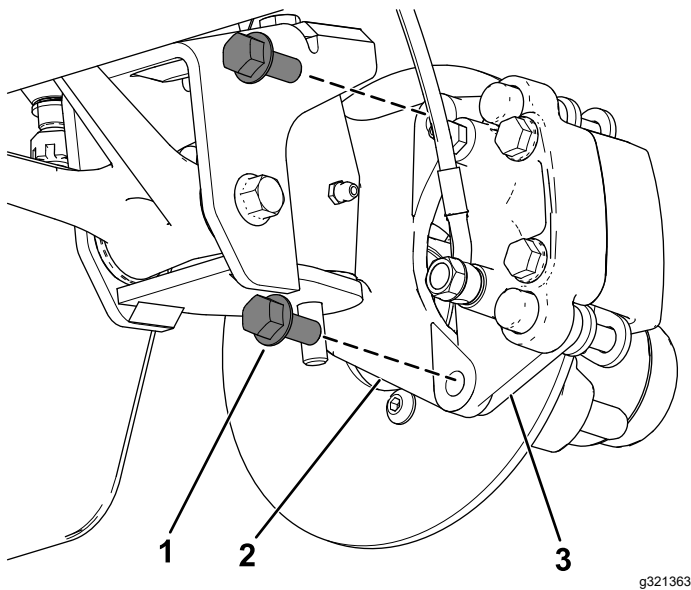
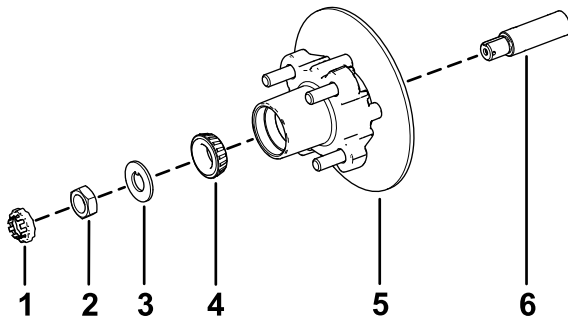

Bild 36
Bild 40
3. Entfernen Sie die Bundkopfschrauben (3/8" x 3/4"), mit denen die Halterung für die Bremse an der Spindel befestigt ist, und nehmen die Bremse von der Spindel ab (Bild 36).
1. Fetten Sie die Spindel leicht mit der angegebenen Fettsorte ein (**Bild 40**).
2. Montieren Sie die Radnabe und den Drehzylinder an der Spindel mit dem Drehzylinder innen (**Bild 40**).
3. Montieren Sie das Außenlager an der Spindel und setzen das Lager auf den äußeren Lagerring (**Bild 40**).
4. Legen Sie die Nasenscheibe auf die Spindel (**Bild 40**).
5. Schrauben Sie die Spindelmutter auf die Spindel und ziehen Sie die Mutter auf ein Drehmoment von 15 N·m an, während Sie die Radnabe drehen um das Lager zu fixieren (**Bild 40**).
2. Fluchten Sie die Bremsbeläge mit jeder Seite des Drehzylinders (**Bild 36**) und die Löcher in der Bremsbackenhalterung mit den Löchern im Bremsenhalter des Spindelrahmens aus (**Bild 40**).
3. Befestigen Sie den Bremsbackenhalterung mit den beiden Bundkopfschrauben ($\frac{3}{8}$ " x $\frac{3}{4}$ ") am Spindelrahmen (**Bild 36**).